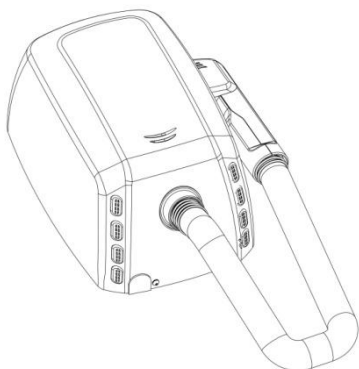

Fig. 1
- L'asciugacapelli è dotato di carcassa non avvitata alla base, (Fig.1).